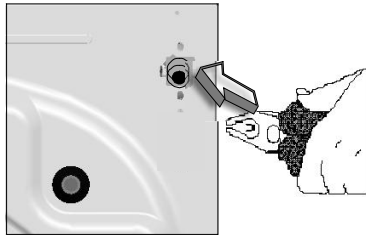

Fig. 10
- Retirez le filtre du raccord d'arrivée d'eau côté machine (à l'aide d'une pince) (Fig. 10) et lavez-le soigneusement à l'aide d'une brosse.